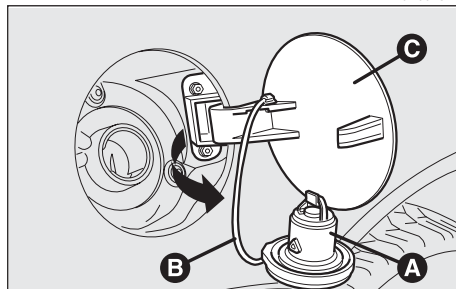

fig. 171
Le bouchon du réservoir du carburant (A-fig. 171) est muni d'un dispositif anti-perte (B) qui le fixe au volet (C) pour éviter de le perdre.